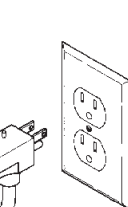

Figure 4
1. The RS-5LL 115V switch is supplied with a three-prong piggyback plug/receptacle on the cord and must be used with pumps that have three prong plugs. This connection is illustrated in Figure 4. The third prong is to ground the pump to prevent possible electric shock hazard. Do not remove the third prong from the plug. To reduce the risk of electric shock, be certain that it is connected to a properly grounded grounding type receptacle.
1. Le cordon d'alimentation de l'interrupteur RS-5LL 115 V est doté d'un raccord mixte à trois branches, et doit être utilisé avec des pompes pourvues de prises à trois trous. (voir la Figure 4 ). Pour éviter les risques d'électrocution, la troisième broche relie la pompe à la terre. Ne pas retirer la troisième broche de la prise. Afin de réduire le risque de décharge électrique, s'assurer que la pompe est branchée à une prise correctement mise à la terre.